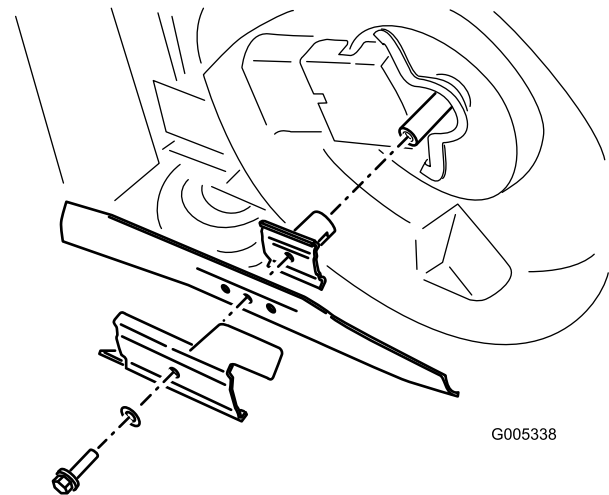

Figura 31
4. Coloque el cortacésped de lado con el filtro de aire hacia arriba (Figura 31).
Sujete el extremo de la cuchilla usando un paño o un guante grueso. Retire el perno de la cuchilla, el acelerador y la cuchilla (Figura 31).